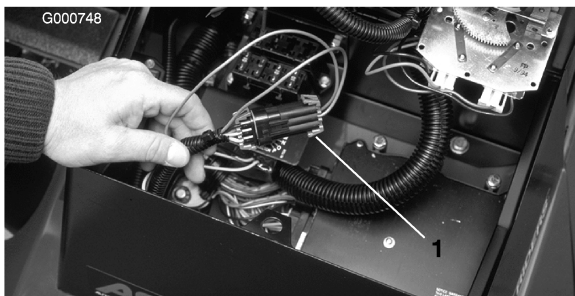

図 26
2. コントロールパネルのカバーを開ける。中に入っているワイヤハーネスとループバック・コネクタを見つける。ワイヤハーネスのコネクタからループバック・コネクタ (図 26) を注意深く外す。